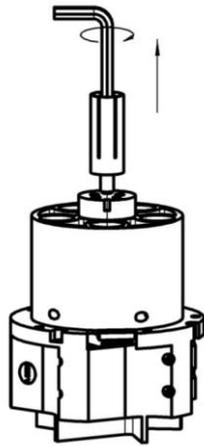

Abbildung 38: Kontaktbuchse lösen
3. Kontaktbuchse mit dem Innensechskantschlüssel lösen und entfernen vgl. Abbildung 38